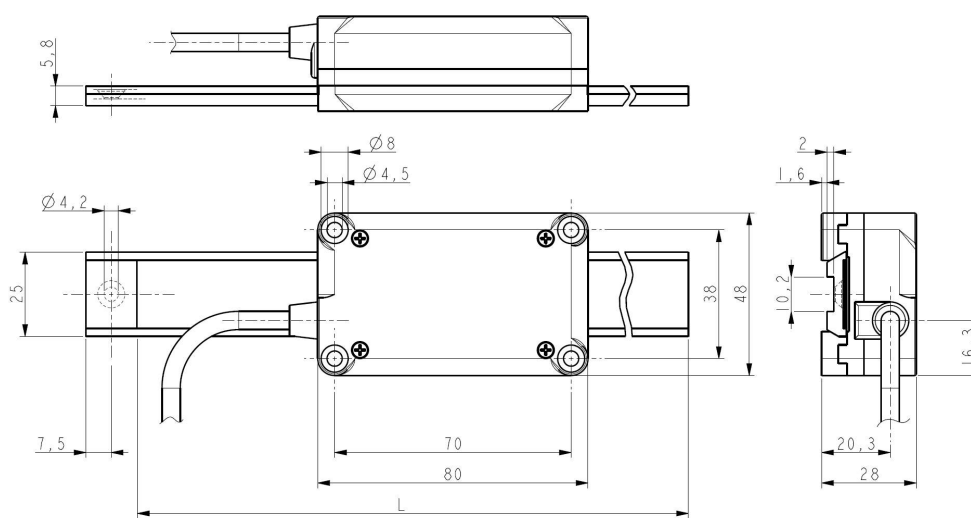

Figura 1
3.1 Dimensioni di ingombro (Figura 1)
3.5 Lunghezza della corsa (Figura 1)
La **lunghezza massima della banda magnetica L** è compresa tra 195 mm e 650 mm (per maggiori informazioni riferirsi al codice di ordinazione nel datasheet del prodotto). Poiché l'area del sensore deve essere sempre compresa entro i limiti della banda magnetica, la lunghezza massima della corsa utile risulterà dalla lunghezza massima della banda magnetica sottratta della lunghezza del sensore (si veda la Figura 1) = $L - 80 \text{ mm}$ ($115 \text{ mm} \div 570 \text{ mm}$).